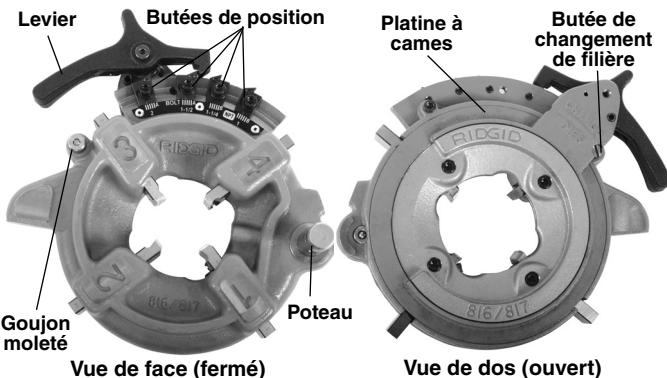

Figure 1 – Tête de filière semi-automatique
2. Appuyez sur le levier pour amener la platine à comes jusqu'à la butée de changement de filières (Figure 1). La platine est munie d'un système à ressorts qui lui permet d'avancer lorsque l'on appui sur le levier.